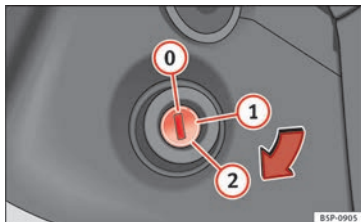

Fig. 122 Posições da chave da ignição.
Nesta posição, » Fig. 122 a ignição e o motor estão desligados, podendo bloquear a direção.
- Rode a chave da ignição para a posição » **Fig. 122 ①.** A luz de controlo  acender-se-á em caso de pré-incandescência do motor.
- Quando a luz de controlo se apagar, rode a chave da ignição até à posição **②** para arrancar o motor, sem acelerar.
- Rode a chave da ignição até à posição »» Fig. 122 ①.